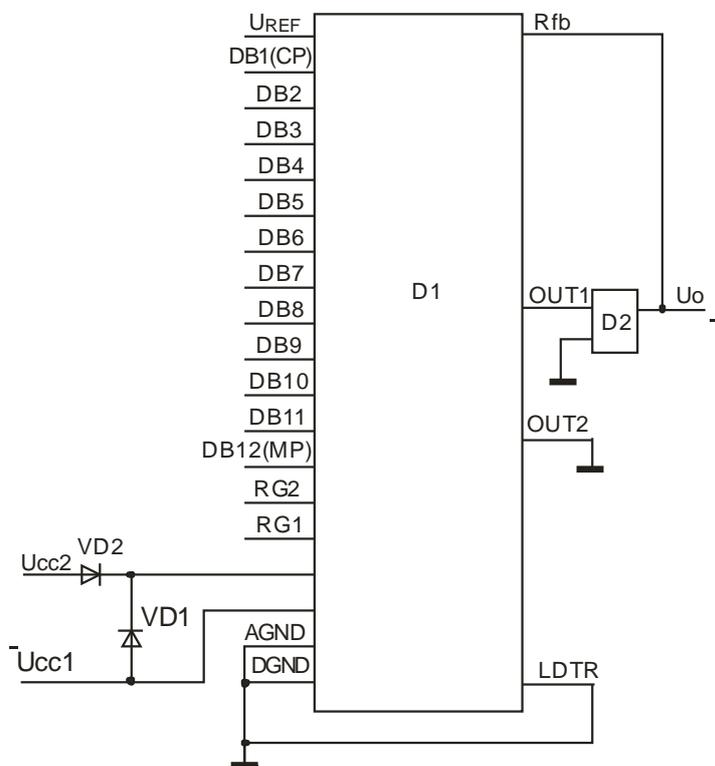

Рис.2
- 5 Опорное напряжение может быть задано любой полярности и формы. Недействующие цифровые входы должны быть соединены с землей. Допускается одновременная подача на микросхему и снятие с неё режимов. При этом должна быть обеспечена схема защиты, приведенная на рис.2 (VD1, VD2).